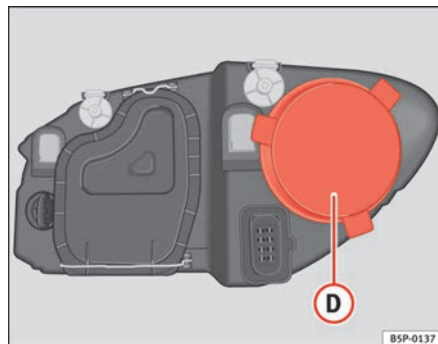

Fig. 191 Luci di posizione
- Rimuovere la copertura ⇒ fig. 191 D tirandola.